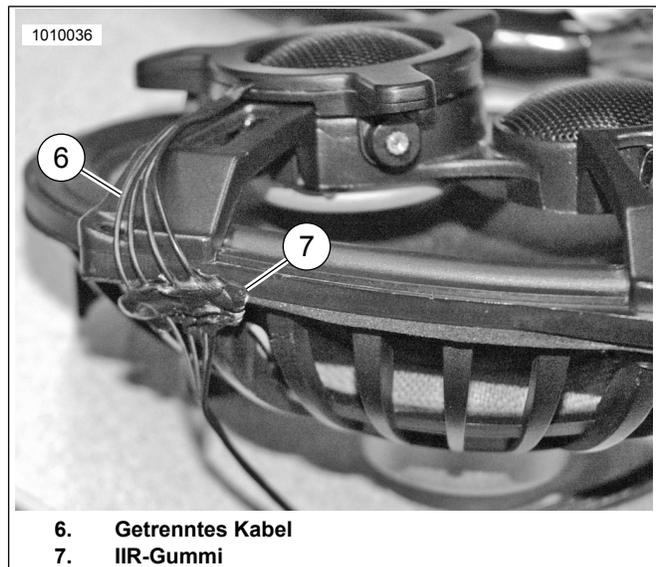
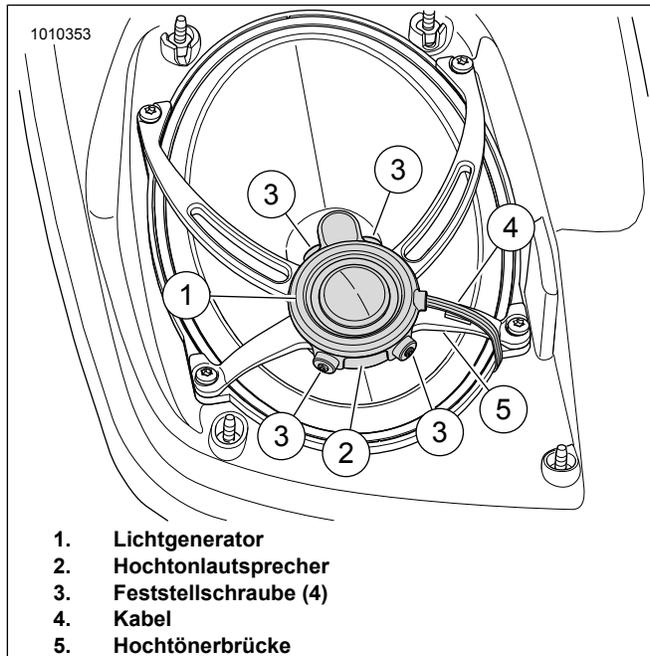
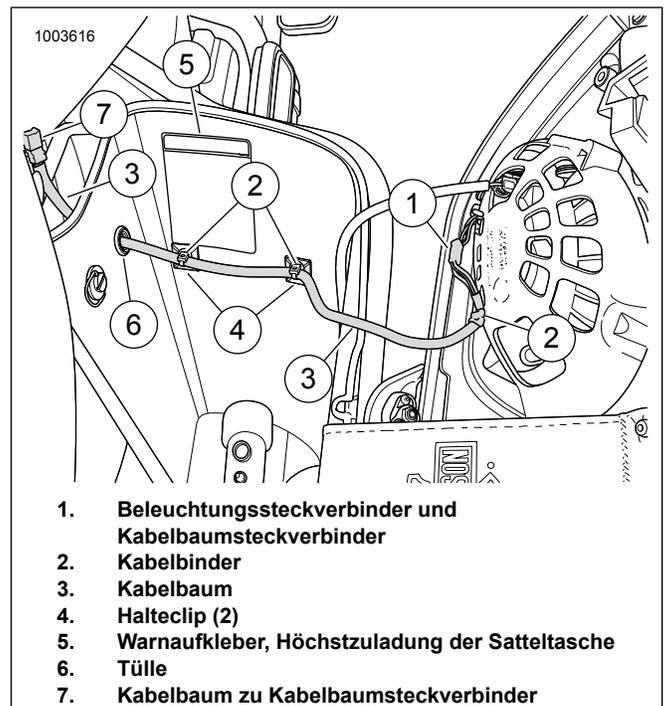

Abbildung 22. IIR-Gummi
Abbildung 23. Lautsprechereinbau
Abbildung 24. Satteltaschen-Kabelverlegung
14. Das Kabel (4) am Hochtönerbrückenschenkel (5) entlangführen. Das im Satz mitgelieferte Klebeband auf die erforderliche Länge abschneiden und das Kabel damit hinter der Hochtönerbrücke befestigen. Die Stelle in der Nähe des Lichtgenerators finden, an der die Kabel getrennt sind. Siehe Abbildung 22. Sicherstellen, dass sich der Bereich mit den getrennten Kabeln (6) auf der Lautsprecherdichtung befindet. Ein kleines Stück (erbsengroß) des IIR-Gummibands (7) über die getrennten Kabel an der Lautsprecherdichtung legen. Siehe Abbildung 24. Die Kabel auf der Rückseite des Lautsprechers mit einem Kabelbinder (2) befestigen.
15. Siehe Abbildung 24. Die Tülle (6) ungefähr 11 cm (4-1/2 in) vom Ende des Kabelbaums (3) schieben. Damit verbleiben nach dem Einbau der Tülle ungefähr 11 cm (4-1/2 in) außerhalb der Satteltasche.
16. Den Kabelbaum (3) mit Tülle (6) einbauen. Den Lichtgeneratorsteckverbinder von außen in die Satteltasche schieben. Die verjüngte Kante der Tülle zeigt zur Satteltasche. Die Tülle (6) in das Loch drücken, indem Sie mit einer verjüngten Kante der Tülle im Loch beginnen. Wenn die Tülle ordnungsgemäß eingebaut wurde, sitzt die Außenseite der Tülle an der Außenseite der Satteltasche auf. Die Tülle rundherum in Position drücken.
17. Siehe Abbildung 23. Den Hochtonlautsprecher (2) im vorderen Teil der Satteltasche wie dargestellt einbauen. Sicherstellen, dass sich der IIR-Gummi zwischen dem Bereich der getrennten Kabel und der Satteltaschenabdeckung befindet. Dieser soll die Kabel abkapseln und die Lautsprechermembran zum Satteltaschengehäuse hin versiegeln, damit kein Wasser eintritt. Lautsprecher mit dem Kabelbaum verbinden und den Lautsprecher mit den vorher entfernten Schrauben befestigen. Die Schrauben abwechselnd auf folgendes Drehmoment anziehen:
18. Siehe Abbildung 24. Steckverbinder (1) des Lichtgenerators mit dem Kabelbaum verbinden. Den Kabelbaum in der Nähe des Anschlusses mit Kabelbinder (2) am Lautsprecher befestigen.